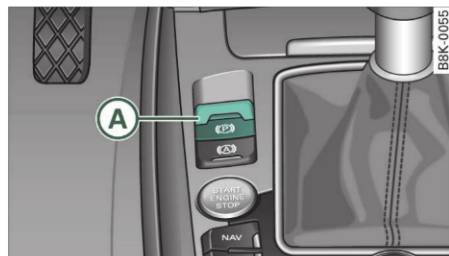

Fig. 96 Consola centrală: Frâna de parcare
- Pentru a închide frâna de parcare trageți tasta **A** ⇒ fig. 96. Lampa de control **(P)** din tastă și de pe afișajul tabloului de bord, luminează.